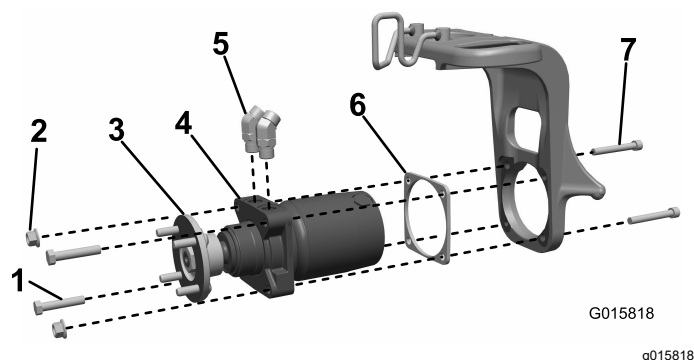

Figura 3
1. Instale as uniões hidráulicas de 45° no motor da roda e oriente-as aproximadamente como se mostra na Figura 3. Deixe as uniões soltas.
- **Para máquinas com forquilhas giratórias que têm 2 orifícios roscados e 2 orifícios passantes onde encaixa o conjunto do motor da roda na forquilha giratória:** Instale o conjunto da roda do motor e o calço calibrado na forquilha giratória (colocando o calço entre o motor e a forquilha giratória) e prenda com 2 parafusos de cabeça cilíndrica ($\frac{1}{2} \times 3\frac{3}{4}$ pol.), 2 parafusos ($\frac{1}{2} \times 2\frac{1}{2}$ pol) e 2 porcas de bloqueio (Figura 3)